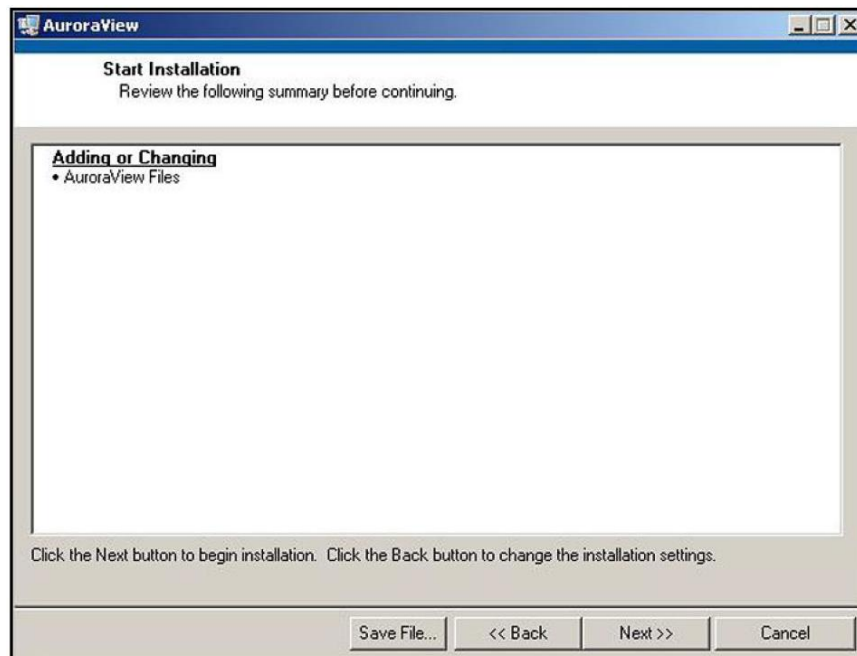

図 25 : インストールの開始
7. 次の画面で（下の図 25 を参照）インストールを開始するための指示が出ます。用意ができたなら Next をクリックして開始します。